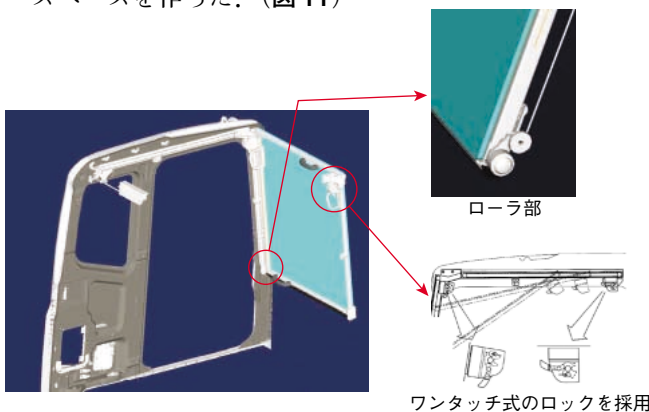

図11 前窓開閉の工夫
- (4) 一年を通して頭寒足熱の快適な環境を提供するため、大容量のフルオートエアコンを標準装備した。また、細かなほこりの浸入を防ぐため、オペレータキャブの密閉度を向上して、エアコンの外気導入モードでのキャブの内気圧は、ほこりの外部からの浸入を防ぐためのISOのプレッシャライズ基準 5 mmAqを同クラスとしては初めてクリアした。
- (5) 前窓の開閉を容易にするため、ワンタッチロックと、プルアップ時の操作力を軽くするアシストプルアップ機構を装着した。また、下窓も取り外して作業する場合のために、視界の邪魔にならないキャブ後方に下窓の収納スペースを作った。(図11)